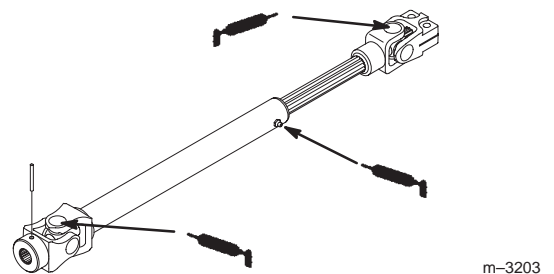

Bild 66
2. Fetten Sie die Nippel an der Zapfwelle und den Antriebsgelenken ein (Bild 66).